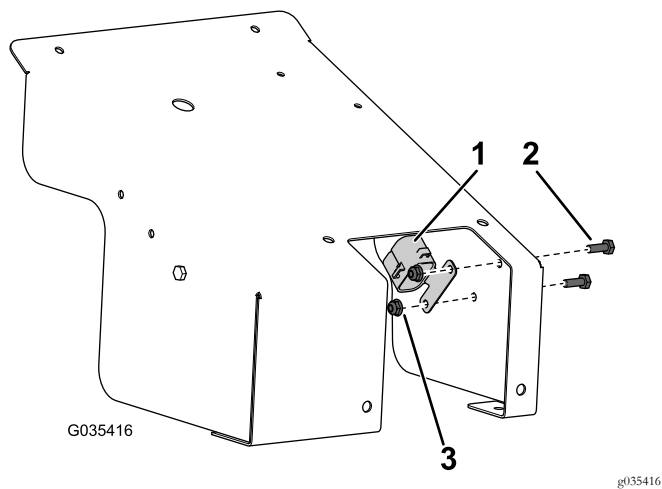

图9
7. 从线束上卸下保险丝盒盖图9。
8. 如图9所示用2个螺丝 $\frac{1}{4} \times \frac{3}{4}$ 英寸和2个螺母 $\frac{1}{4}$ 英寸将保险丝盒盖安装到盖子内侧。